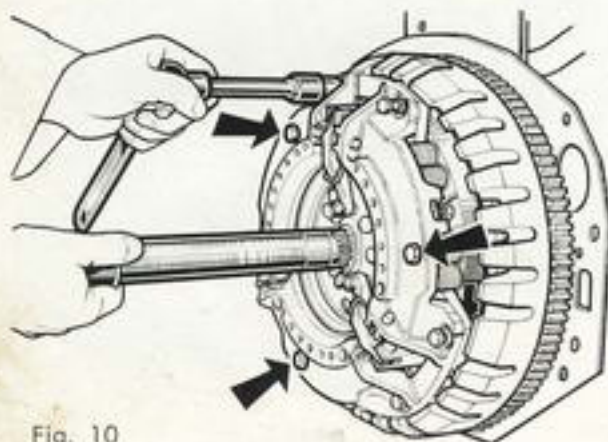

Fig. 10
- Présenter l'embrayage en centrant les disques et le roulement pilote au moyen d'un mandrin spécial (les deux arbres de transmission peuvent remplacer ce mandrin) (fig. 10).